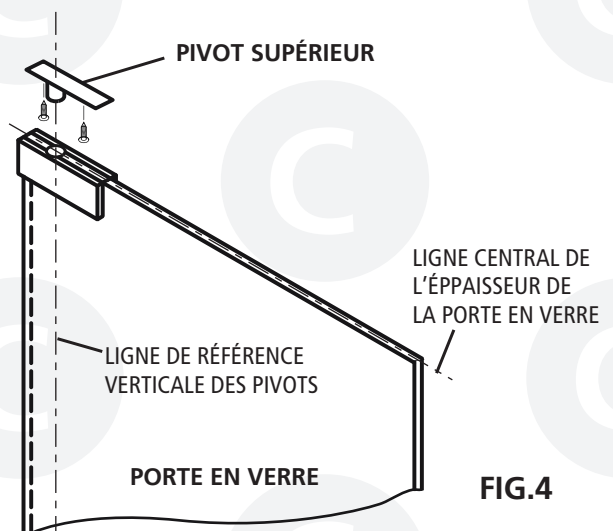

FIG.4
- 3) INSTALLER LE PIVOT SUPÉRIEUR SUR LE CADRE À L'AIDE DES VIS DE MONTAGE (VOIR FIG.4)